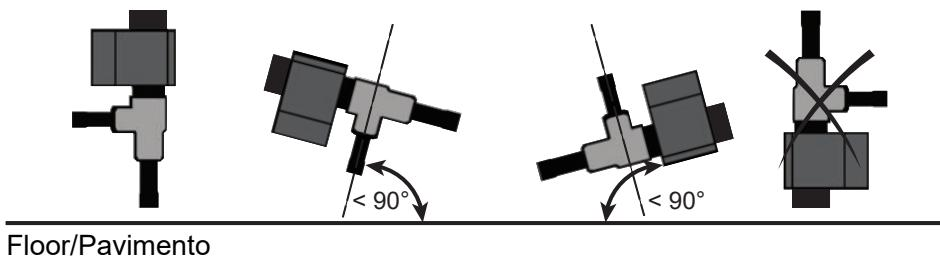

Fig. 2. Posicionamento da válvula
3. Posicione a válvula conforme indicado (ver Fig. 2). A bobina não deve estar orientada para baixo.
- Inspecione o estado do tubo, incluindo quaisquer sinais de deformação, corrosão, fugas ou outras anomalias mecânicas. (1)
- Verifique se a bobina não está virada para baixo (outras posições, até à horizontal, são permitidas). (2)
- Verifique se o filtro principal está presente no sistema (3).
(1) Utilize métodos de inspeção adequados (por exemplo, visual, teste de pressão) e garanta a conformidade com as normas aplicáveis. Documente quaisquer irregularidades e tome medidas corretivas, se necessário.
(2) Ver Fig. 2